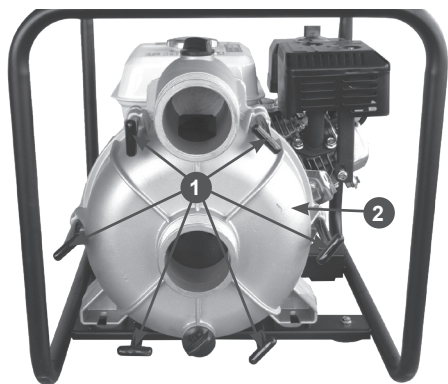

Рис. 20. Обслуживание водяного насоса
3. Открутите шесть Т-образных винтов 1 по периметру корпуса насоса и снимите крышку 2 корпуса насоса (Рис. 20).